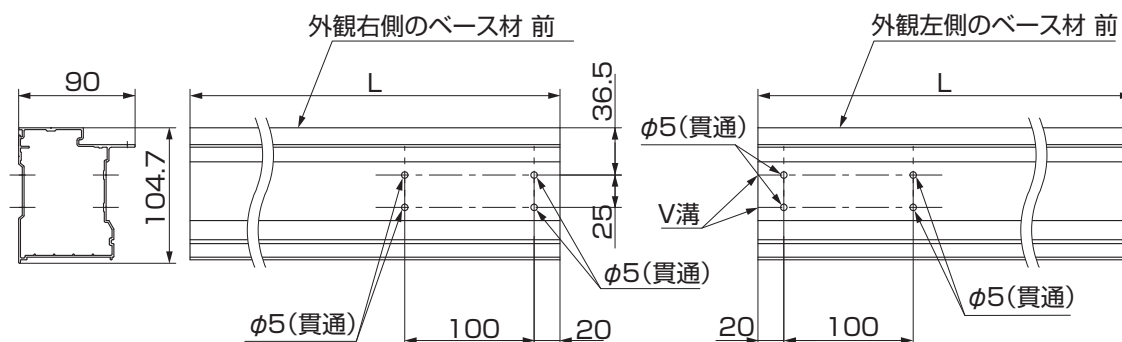

図8-1 ベース材 前加工図
- ①図8-1、表8-1を参照して、ベース材 前を切断し、穴加工をしてください。